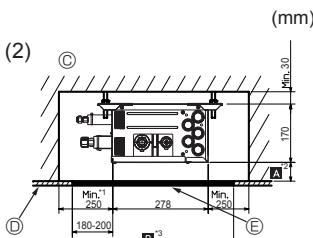
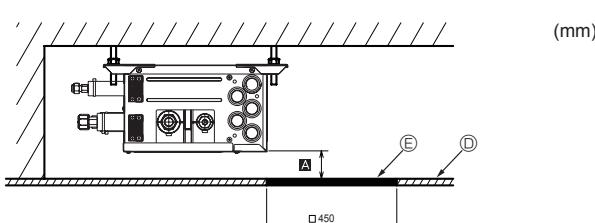
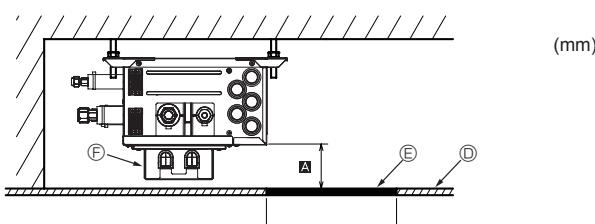

Fig. 4-7
Fig. 4-8
Fig. 4-9
(2) Πλαίσινή όψη (Fig. 4-7, Fig. 4-8, Fig. 4-9)
Για την εγκατάσταση του προαιρετικού κουτιού αντιδραστήρα, ορίστε σε Τουλάχιστον 270 mm <συνιστάται> (Fig. 4-9). Ⓐ
Στην περίπτωση που είναι " □ 450" δημιουργήστε μια οπή συντήρησης στην πλευρά της πλακέτας κυκλώματος (όπως φαίνεται στο Fig. 4-8, Fig. 4-9).